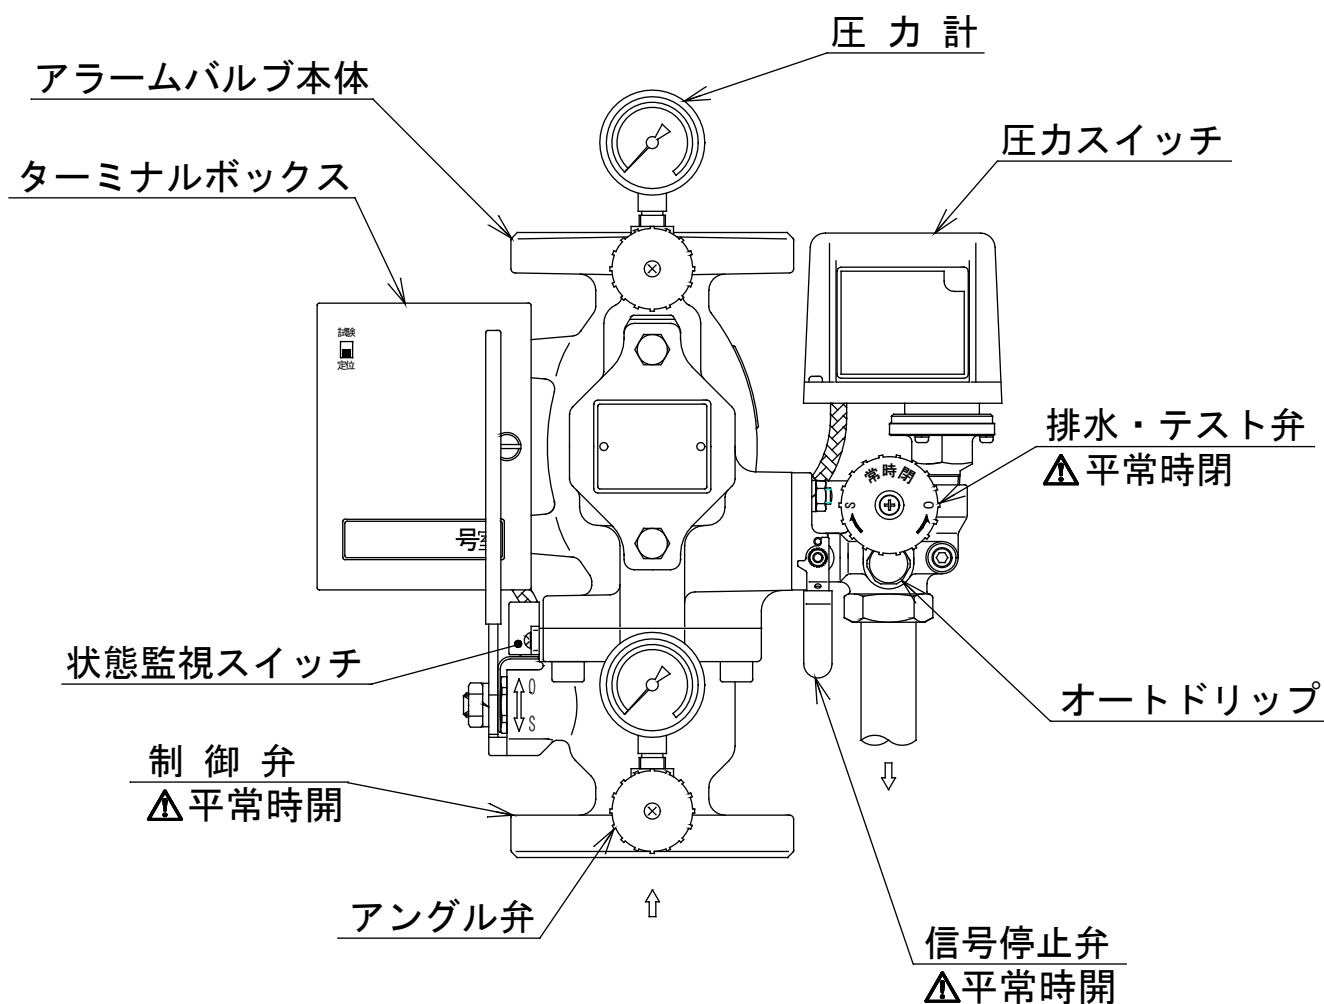

図 1
① アラームバルブ本体（図 1， 2 参照）
② 排水・テスト弁（図 1， 3 参照）
③ 信号停止弁（図 1， 3 参照）
④ 圧力スイッチ（図 1， 3 参照）
⑤ オートドリップ（図 1， 3 参照）
⑥ 制御弁（図 1 参照）